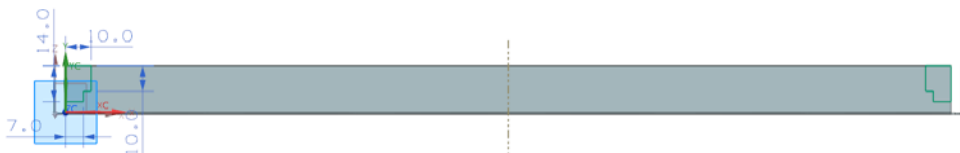

图 2-40 绘制草图
(3) 在“创建草图”对话框中,单击<确定>按钮,进入草图设计环境,绘制如图 2-40 所示的草图。单击“完成”图标,草图绘制完毕。